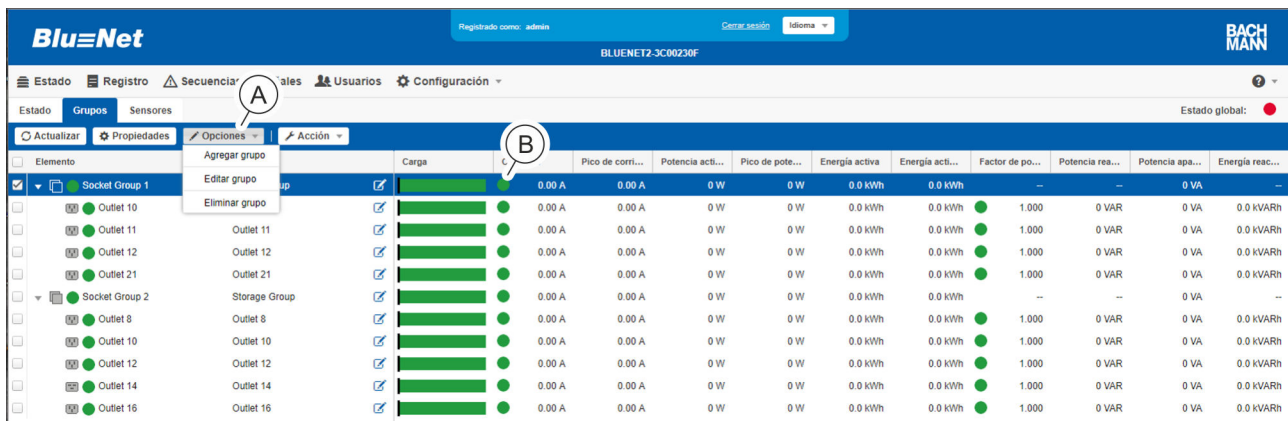

Fig. 111: Menú "Estado" – Pestaña "Grupos"
3. ➤ Con el botón "Opciones ➔ Agregar grupo" cree un nuevo grupo de enchufes hembra (Fig. 111/A).
Para modificar un grupo existente, seleccione el grupo deseado (Fig. 111/B) y, a continuación, seleccione el menú "Opciones ➔ Editar grupo" (Fig. 111/A).
Para eliminar un grupo de enchufes hembra, seleccione el grupo de enchufes hembra que desee (Fig. 111/ⓐ) y, a continuación, seleccione el menú "Opciones → Eliminar grupo" (Fig. 111/ⓐ). A continuación, aparece un cuadro de diálogo con una pregunta que debe confirmarse.